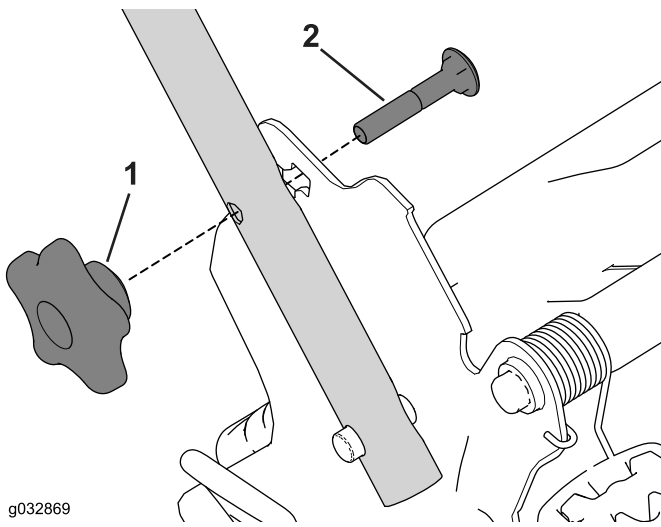

Figure 24
1. Retirez et conservez les 2 boutons et les 2 boulons de carrosserie du support du guidon (Figure 24).